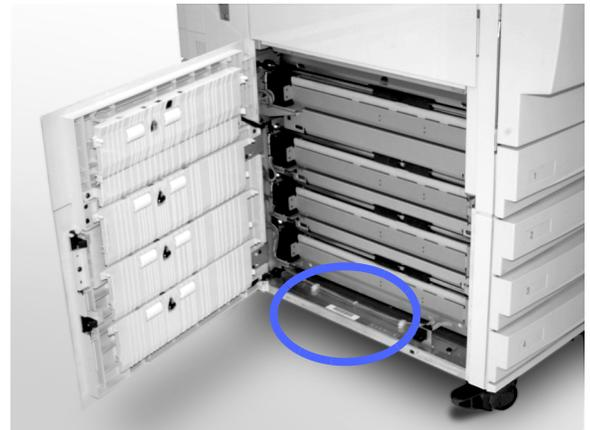

Abb. 48: Seriennummer
- 4 Die Seriennummer des Geräts notieren. Die untere Abdeckung an der linken Geräteseite öffnen. Die Seriennummer befindet sich unten an der offenen Geräteseite (s. Abb. 48).